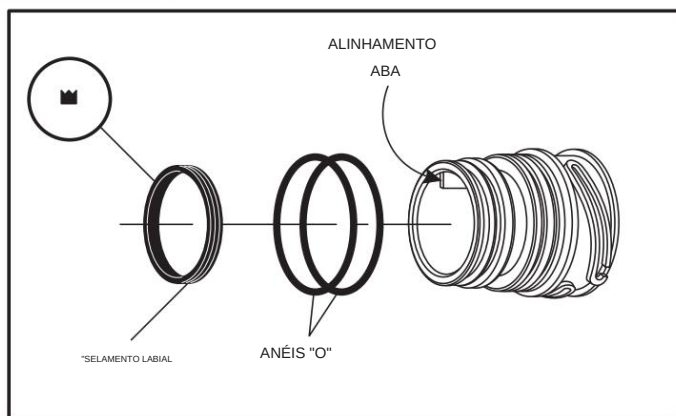

Figura 173
42. Instale dois novos anéis "O" nas ranhuras da luva do conector, conforme mostrado na Figura 173, e lubrifique com uma pequena quantidade de Trans-Jel®.
43. Instale uma nova vedação de "lábio" na ranhura do manga do conector, conforme mostrado na Figura 173, e lubrifique com uma pequena quantidade de Trans-Jel®.